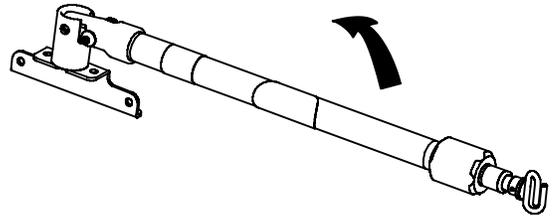

Abbildung 25 – Verstauposition des zweistufigen Infusionsständers
1. Den Infusionsständer anheben und aus der Verstauposition herausdrehen. Nach unten drücken, bis der Infusionsständer in die Aufnahme (A) einrastet.
2. Um den Infusionsständer anzuheben, den Schließring (B) gegen den Uhrzeigersinn drehen und am Teleskopteil (C) nach oben ziehen. Den Infusionsständer auf die gewünschte Höhe anheben.
3. Den Schließring (B) im Uhrzeigersinn drehen, um den Teleskopteil (C) zu arretieren.
4. Die Infusionsbeutel am Infusionshaken (D) aufhängen.
5. Den Schließring (B) gegen den Uhrzeigersinn drehen und den Teleskopteil (C) in das untere Rohr schieben.
6. Zum Arretieren den Schließring (B) im Uhrzeigersinn drehen.
7. Den Infusionsständer anheben und nach unten in die Verstauposition drehen (Abbildung 25).